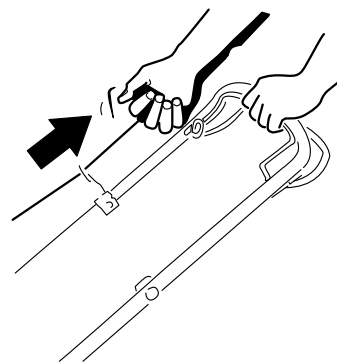

Figura 18
2. Figura 18 Tirate leggermente la stegola dell'avviatore autoavvolgente fino ad avvertire una certa resistenza, quindi date uno strappo e lasciate che ritorni lentamente al guidacavo sulla stegola.